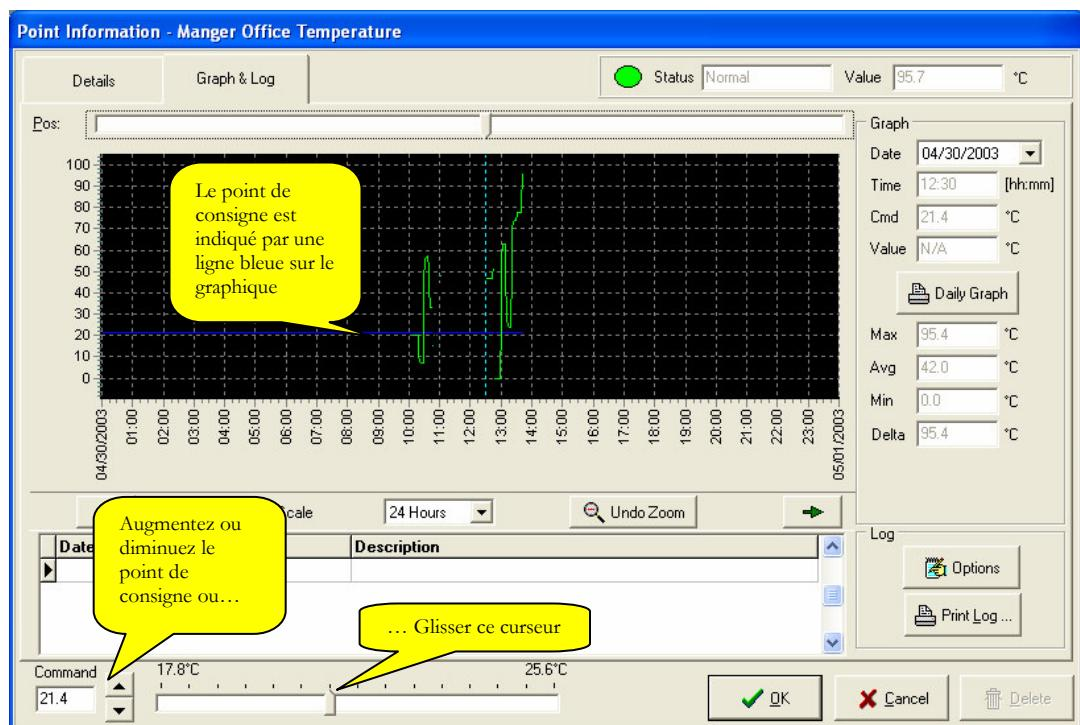

FIGURE 1.4
*Le sous-système de chauffage, ventilation et climatisation* contrôle les équipements HVAC : les unités au toit, une centrale d'air de climatisation/chauffage, les contrôleurs de zones, etc.. Il permet aux usagers d'ajuster la consigne de température et d'humidité dans les différentes zones d'un supermarché (figure 1.4).